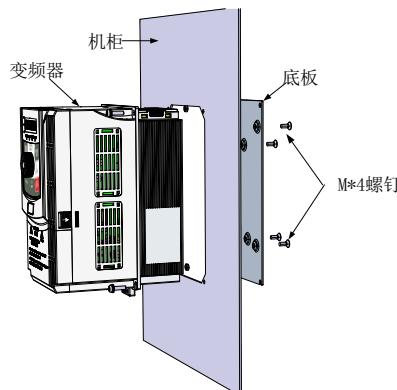

图3-3. CM530H变频器塑胶结构穿墙式安装图
- 具体见图3-3 CM530H变频器塑胶结构穿墙式安装图。